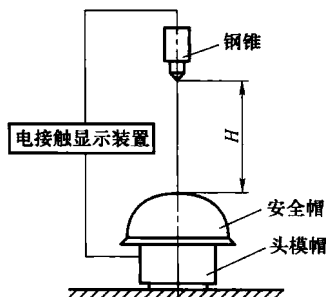

图 1-3 安全帽的耐穿刺性能试验
2) 耐穿刺性能试验。耐穿刺性能试验的设备如图 1-3 所示。将一项完好的安全帽放在头模上,安全帽的帽衬与头模之间放置电接触显示装置的一个电极,该电极由铜片或铝片制成。如钢锥与电极接触,则形成电的闭合回路,电接触显示装置就会有指示。用 3kg 的钢锥从 1m (钢锥的尖到安全帽顶部的距离,即图中 H) 的高度自由下落,穿刺安全帽。钢锥着帽点应在以帽顶中心为圆心、直径为 100mm 的圆内。